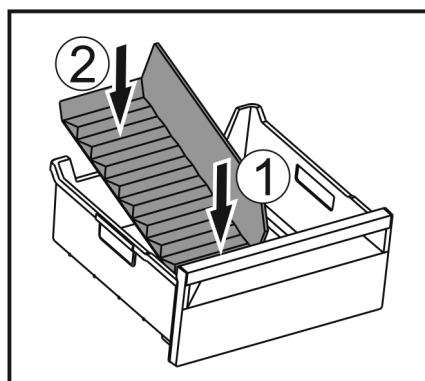

Fig. 118
- Vložte přední část přepážky přihrádky na led. Fig. 118 (1)
- Zadní část přepážky přihrádky na led spusťte až na dno zásuvky. Fig. 118 (2)